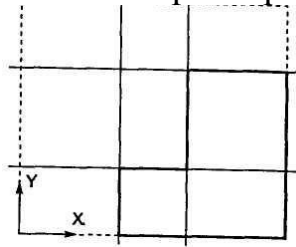

Рис.107
13. Постройте эскиз вырезов, показанный на рис. 107.
### 4. Вырез детали по эскизу рис. 107.